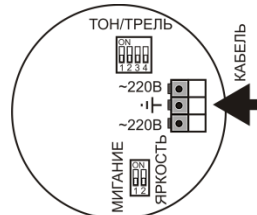

Рис.3 - Расположение клеммников и микропереключателей в коммутационном отсеке оповещателя «Плазма» П220- С3-ГОСТ
**Внимание!** Места вводов уплотнить. Подключить кабельные линии (КЛ) к клеммам оповещателя (рис.3,4). Выбрать режим работы светового канала: